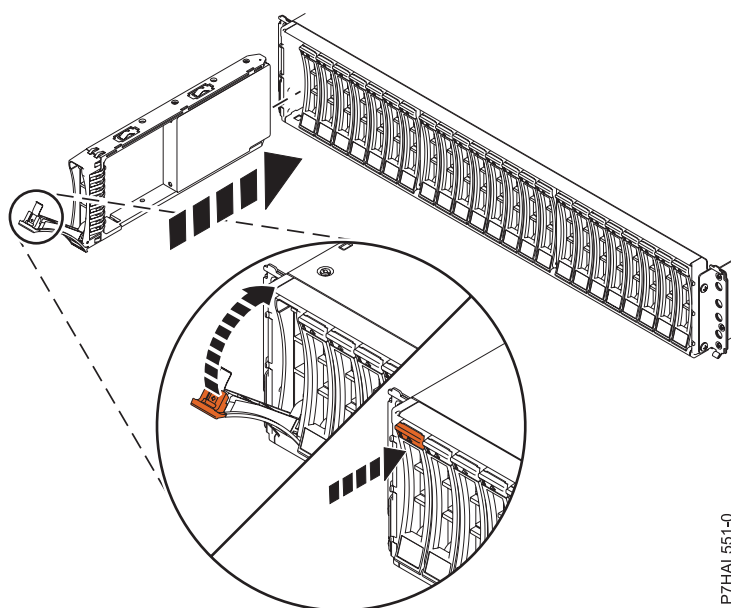

Figure 2. Installation de l'unité de disque dans le 58/87
1. Avec la poignée en position déverrouillée (voir figure 2, à la page 8) maintenez l'unité par le dessous pour l'aligner avec les rails de guidage dans l'unité d'extension.